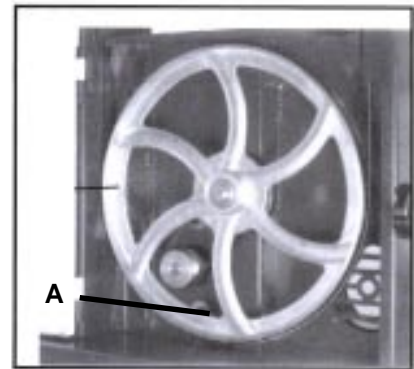

Fig. 10
1. Die Schraube (A, Fig.10) lösen. Nun kann der Motor geschwenkt werden. Damit wird der Keilriemen gelöst und kann in die entsprechende Riemenscheibe umgelegt werden.
3. Den Keilriemen mittels des Motores spannen und die Schraube (A, Fig.10) festziehen.